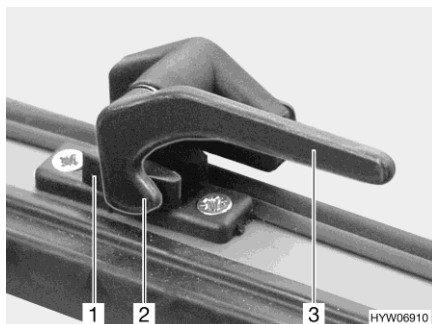

Fig. 38 Leva di serraggio (posizione "Chiusa")
- Ruotare tutte le leve di serraggio (Fig. 38,3) di un quarto di giro verso il centro della finestra.
- Ruotare tutte le leve di serraggio (Fig. 38,3) di un quarto di giro verso il telaio della finestra. Il nasello di chiusura (Fig. 38,2) si trova sul lato interno della chiusura della finestra (Fig. 38,1).
- In posizione "Completamente chiusa" (Fig. 38)